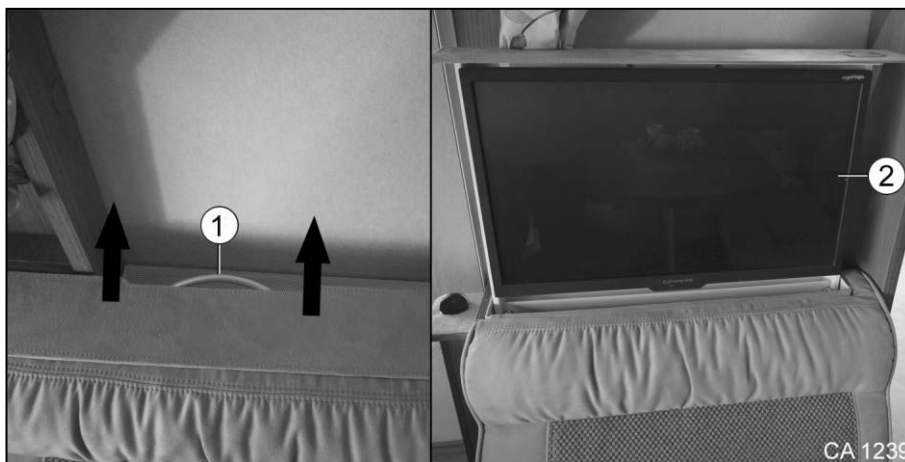

Fig. 129 Système coulissant de l'écran TV au niveau de la banquette latérale
1. Tirer la poignée (Fig. 129/1) dans la direction indiquée.
2. Tirer l'écran TV (Fig. 129/2) hors du support.
3. Pivoter l'écran TV (Fig. 129/2) vers la droite ou vers la gauche.